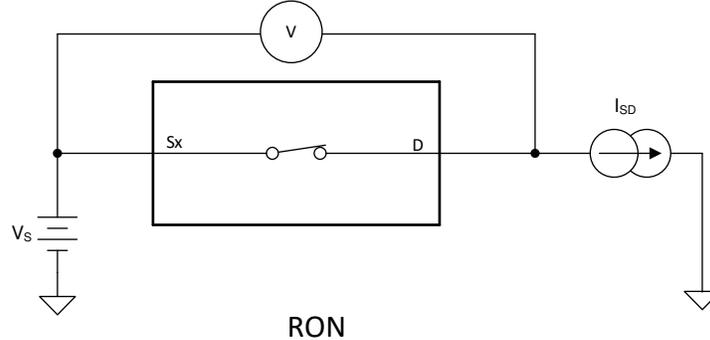

図 7-1. オン抵抗測定時の構成
デバイスのオン抵抗は、デバイスのソースピン (Sx) とドレインピン (D) の間の抵抗値 (Ω) です。オン抵抗は、入力電圧と電源電圧によって変化します。オン抵抗は、記号 R_{ON} を使用して示されます。図 7-1 に、 R_{ON} の測定に使用する測定構成を示します。この構成を使用して電圧 (V) と電流 (I_{SD}) を測定し、 R_{ON} は $R_{ON} = V / I_{SD}$ で計算します。